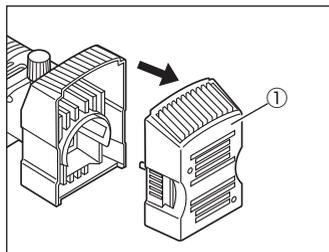
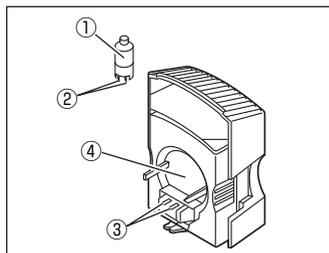

図13
図14
2.2.8 ランプの取り付けと交換 (図13、14、15、16)
1. 図13のようにランプハウス①を外します。
2. ガーゼ等で包んだ後に、ランプ①を持ち、プラグ②をランプハウスのジャック③に差し込みます。
ランプのフィラメントがボルト④の位置とあわせることをご確認ください。(図14)
ランプハウスを金属用照明セットに差込み、フタをします。(図14、15)